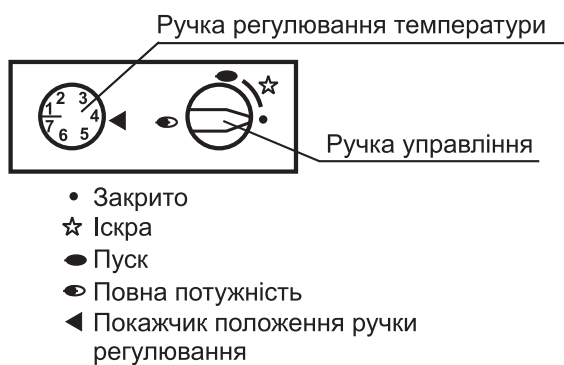

Рисунок 4. Елементи управління газового клапану Honeywell або Merteik Maxitrol.
- Встановити ручку регулювання температури (рис.4) у положення „7”.
- Встановити ручку управління (рис.4) в положення „ІСКРА”, натиснути, утримувати 5-10 секунд і, не відпускаючи, повернути в положення „ПУСК”, при цьому загориться полум'я на запальному пальнику. Утримувати ручку управління натиснутою до 30 секунд.
7.4.1. Повернути ручку управління (рис.4) у положення „ПУСК”, при цьому гасне полум’я на основних пальниках. Натиснути на ручку управління і (не відпускаючи) повернути у положення „ІСКРА”, після цього гасне полум’я на запальному пальнику. Відпустити ручку управління та повернути її в положення „СТОП”.